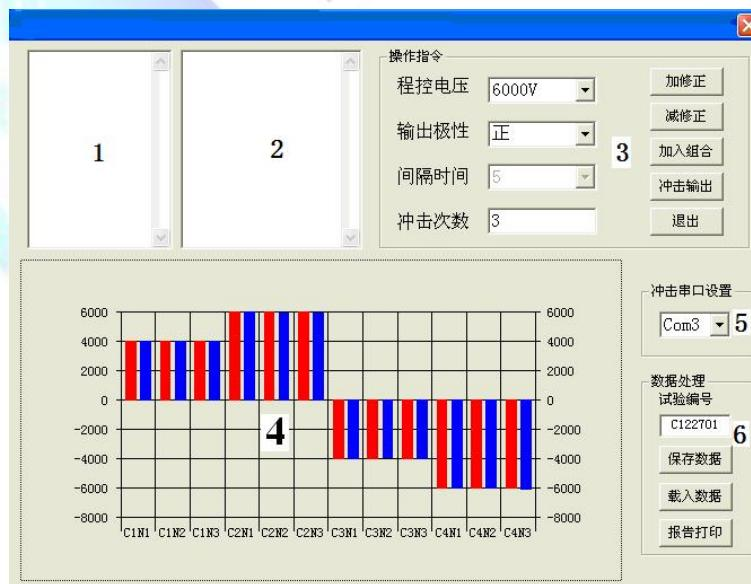

图 4 计算机控制基础版图示
- 组合冲击输出测试：先设置好第一组冲击测试的程控电压、输出极性、冲击次数，点击加入组合。再设置第二组设置参数，点击加入组合，以此类推。最大可加入 50 组测试指令。点击冲击输出，仪器会按照设置先后进行测试，1 和 4 中会显示反馈结果。图 4 中的计算机控制图就是 4 组组合测试，先进行 4KV 正极性冲击三次，再进行 6KV 正极性冲击三次，再进行 4KV 负极性冲击三次，最后进行 6KV 负极冲击三次，1 中显示每组合测试反馈回来的数据，4